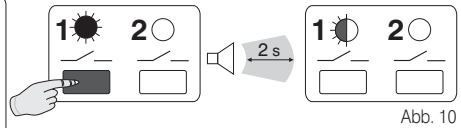

Abb. 10
- Die **Taste 1** gedrückt halten, bis ein einzelnes, akustisches Signal ertönt; dann die Taste loslassen; **LED 1** blinkt (Abb. 10). Der neue Sender ist dem Empfänger zugeordnet.